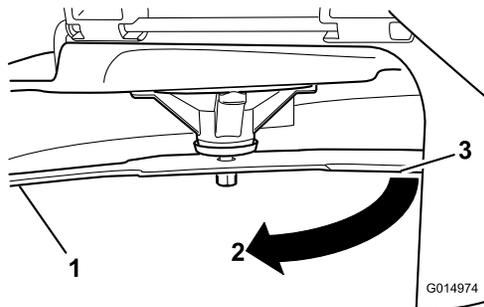

**Figura 106**
5. Mida desde la punta de la cuchilla hasta la superficie plana (Figura 106).